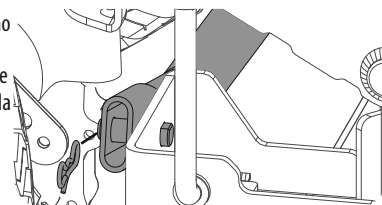

Figura 49
- a. Extraiga el pasador de chaveta con unión curva que está del lado derecho de la barra, que conecta la barra con el soporte de la plataforma. Consulte la Figura 49.